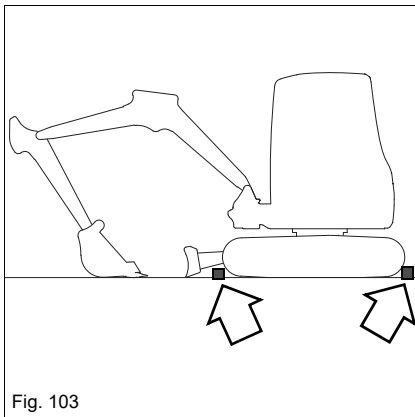

Fig. 103
12. Forsyn larvefodsbælterne med passende afsikringer (f.eks. bremsekiler, klodser) som i Fig. 103.